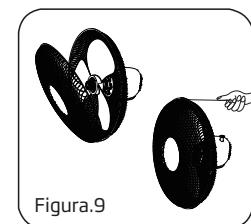

Figura.9
- Aperte a grade dianteira e a grade traseira pelo grampo da grade e, em seguida, aperte o parafuso de fixação da grade do ventilador e a porca. (Figura. 9)